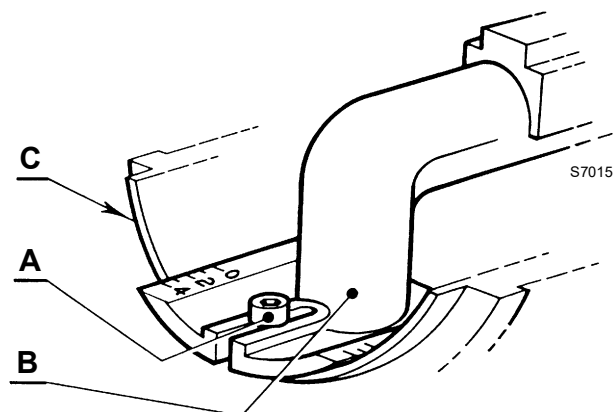

Fig. 11
- allentare la vite A)(Fig. 11), spostare il gomito B) in modo che il piano posteriore del manicotto C) coincida con la tacca desiderata;